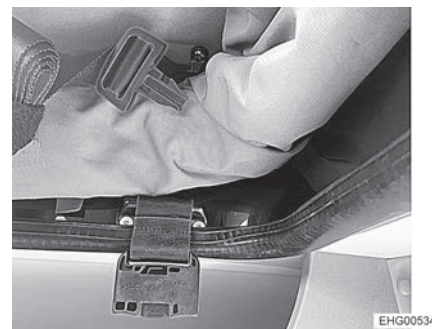

Bild 68 Bältlås, öppet
- Stäng och dra åt båda bältlåsarna (Bild 68).